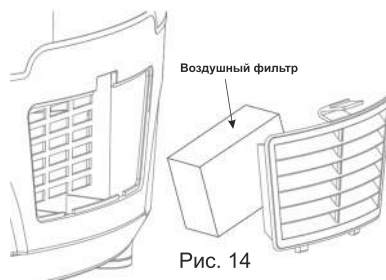

Рис. 14
10.1 Замена воздушного фильтра (Рис. 14)